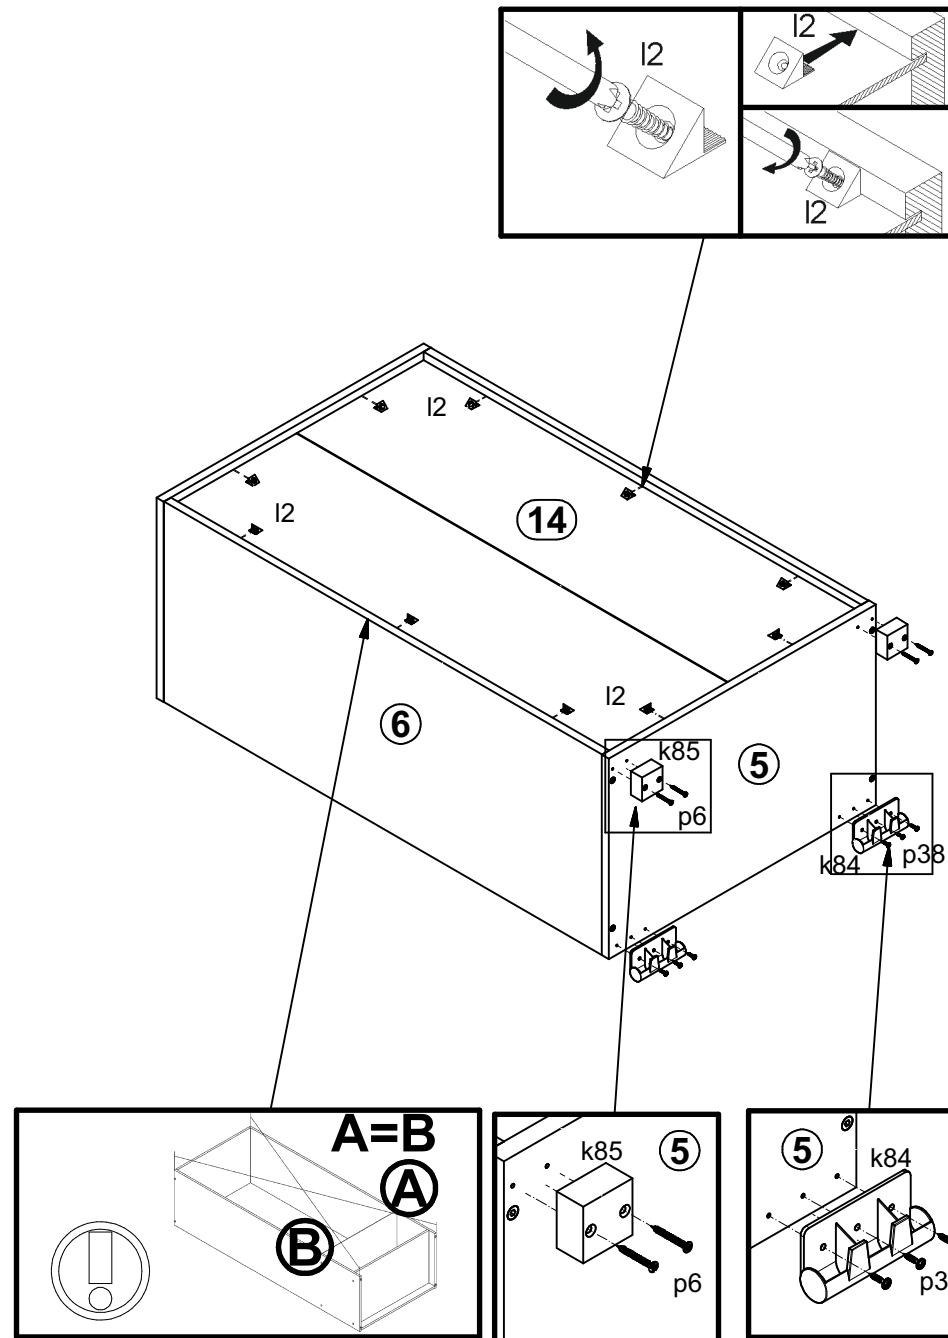

Рисунок 5
4.9. Положить корпус комода фасадными кромками вниз на ровную поверхность и выровнять его, измеряя рулеткой расстояние между противоположными углами по диагонали. Расстояния должны быть равными. Закрепить стенку заднюю 14 на корпусе изделия элементами крепления задней стенки i2 (см. рис. 5).
4.10. На наружной поверхности щита нижнего 5 при помощи шурупов p6 закрепить ножки пластиковые k85 (см.рис. 5).
4.11. На наружной поверхности щита нижнего 5 при помощи шурупов p38 закрепить ножки пластиковые k84 (см.рис. 5).